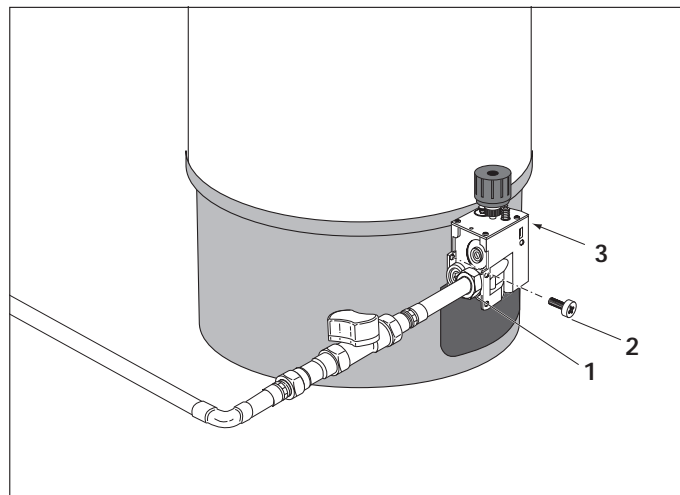

Abb. 13 Brenner ausbauen
- Verschraubung der Gasleitung lösen (Abb. 13, Position 1)
- Schraube (Abb. 13, Position 2) entfernen
- Gasarmatur nach rechts bewegen und Träger aus der Öffnung (Abb. 13, Position 3) ausrasten